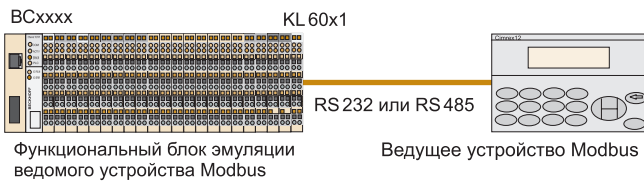

Рис. 1
**Контроллер узла BC с интерфейсом промышленной шины.** При использовании контроллера узла промышленной шины, функциональный блок ModbusRTU непосредственно встраивается в мини-ПЛК. Модуль связи ввода/вывода KL60x1 преобразует соответствующий контроллер в ведомое устройство Modbus (рис. 1). Дисплей, подключенные через эти модули ввода/вывода, могут одновременно обмениваться данными с контроллерами более высокого уровня через такие встроенные интерфейсы промышленных шин, как Lightbus, Profibus, CANopen и т.д.